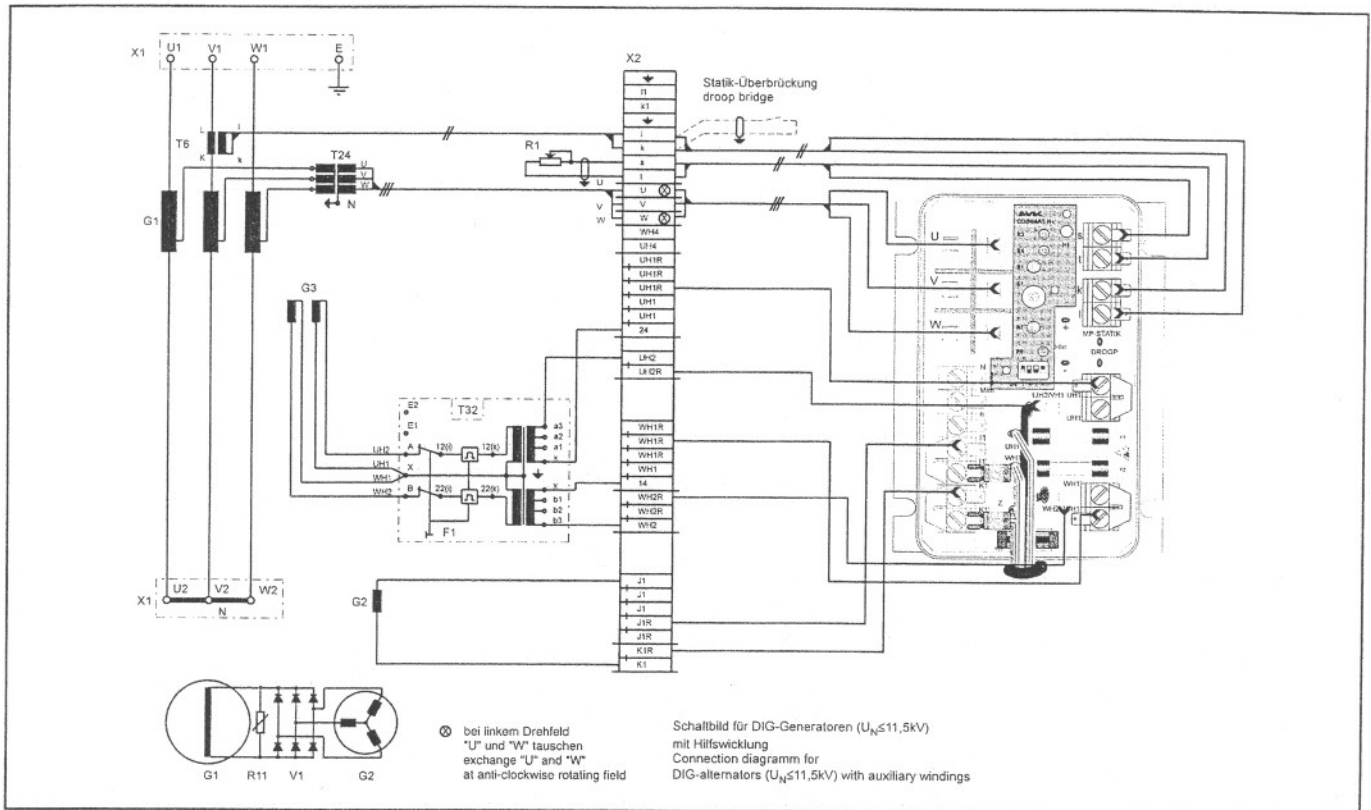

Рис.30 – Внутренний монтаж для генераторов DIG с  $U_{НОМ} \leq 11,5 \text{ кВ}$
**(Рис.30 – Внутренний монтаж для генераторов DIG с  $U_{ном} \leq 11,5$  кВ)**